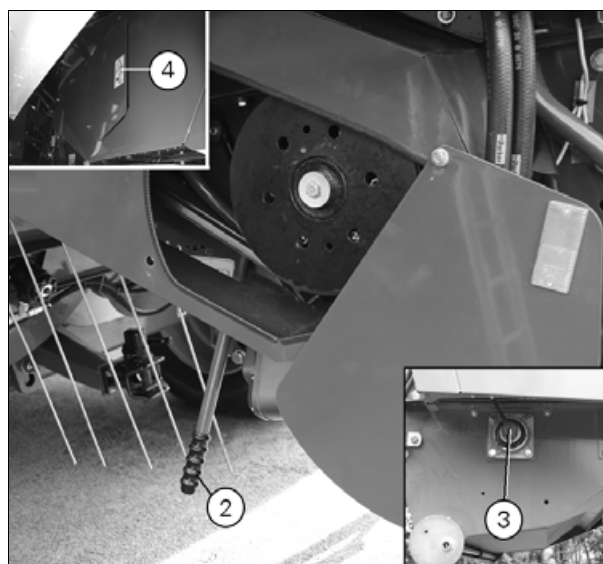

Рис. 1.
3. Вытянуть наружу задний диск муфты, так чтобы он вошел в зацепление с ременным шкивом (1), как показано на рисунке сверху *рис. 1*.
4. Оттянуть рычаг (2) назад, чтобы открыть заслонку в бункере соломы и, таким образом, выгрузить солому в соломорезку.